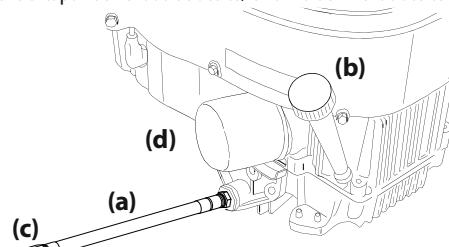

Figura 37
- Mientras sostiene el extremo libre de la manguera de drenaje de aceite sobre el recipiente de recolección de aceite, desenrosque el tapón con cabeza cuadrada de la manguera (c) del extremo de la manguera de drenaje de aceite. Consulte la Figura 37.